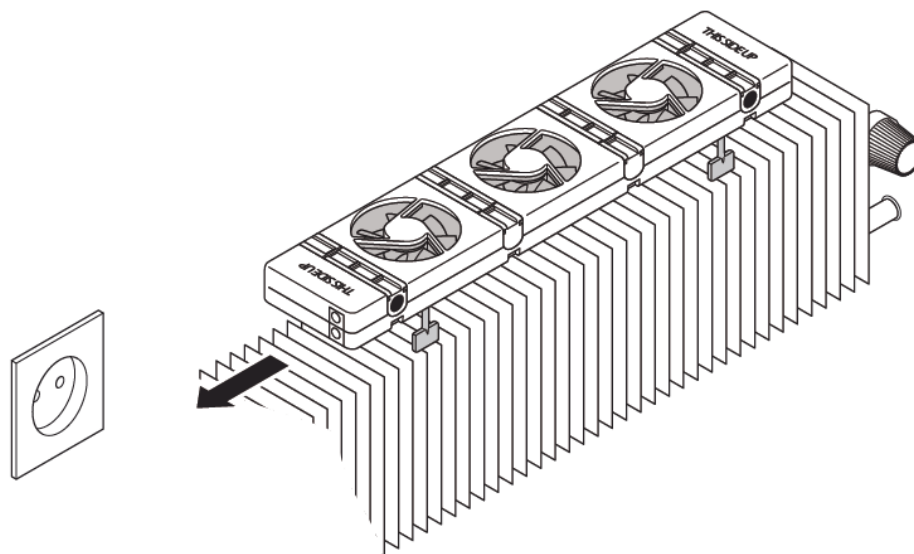

Abbildung 9 - Position des Heizkörperventilators (A) auf dem Konvektor.
1. Befestigen Sie die **Füße (C)**, indem Sie sie in die **Schlitze (2)** des **Heizkörperventilators (A)** drücken.
2. Stellen Sie sicher, dass der **Heizkörperventilator (A)** nach oben („THIS SIDE UP“) zeigt und dass die **Anschlussbuchsen (1)** in Richtung der Steckdose weisen (siehe Abb. 9).
3. Platzieren Sie den **Heizkörperventilator (A)** oben auf den Konvektor und lassen Sie zwischen den Konvektorseiten und dem **Heizkörperventilator (A)** Platz, um die Geräuschentwicklung zu reduzieren (siehe Abb. 9). Der Heizkörperventilator kann auch auf dem Boden unterhalb des Konvektors platziert werden, wenn der Platz dafür ausreicht.
4. Ist der Konvektorblock aus magnetischem Material gefertigt, kann der **Temperaturfühler (E)** mit seinen Magneten einfach hierauf positioniert werden. Der Temperaturfühler kann für eine gute Wärmeübertragung auch zwischen zwei Platten des Konvektorblocks geklemmt werden. Der Fühler kann mit dem mitgelieferten Klettband an einem Kupferrohr oder an einer anderen nicht magnetischen Stelle befestigt werden.